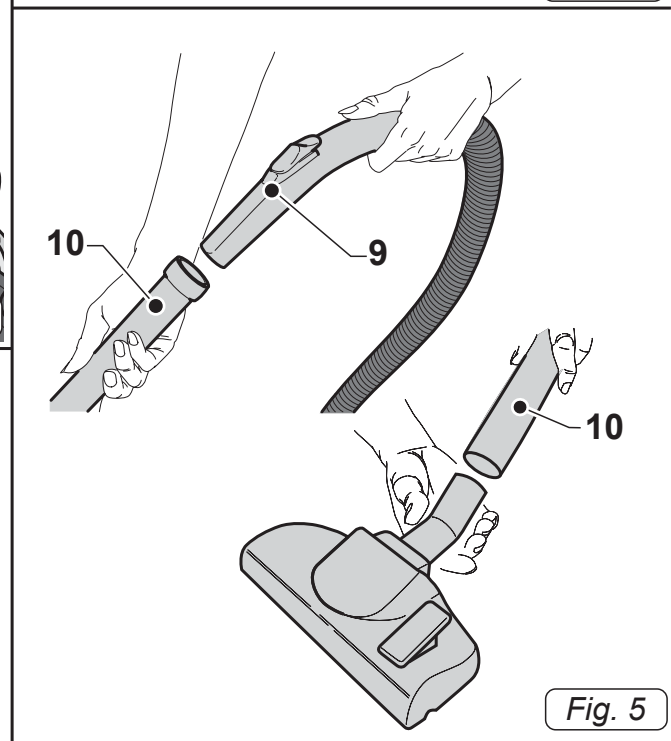

Fig. 5
- Agganciare all'impugnatura ergonomica (9 Fig.5) del tubo flessibile la prolunga (10 Fig.5).